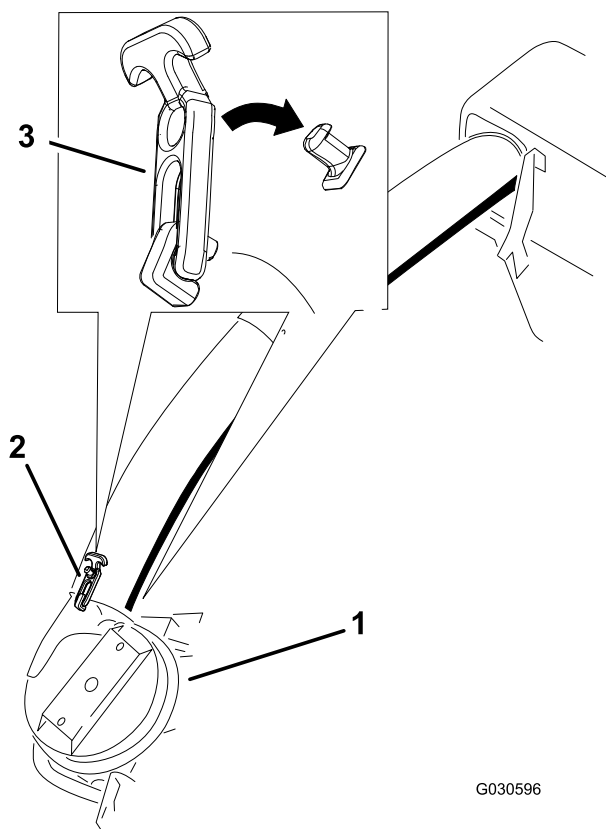
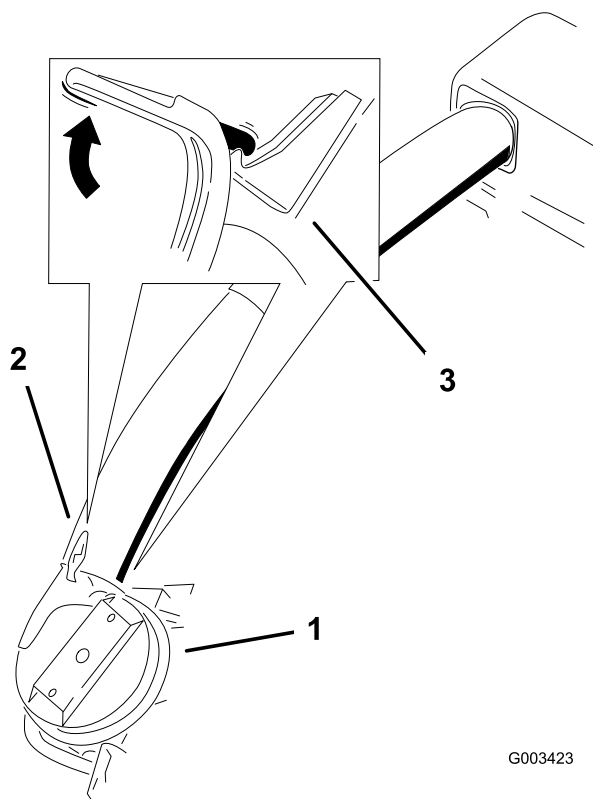

Figure 24
Figure 25
8. Deslice el tubo inferior sobre la bota y conéctelos con el cierre (Figure 24 o Figure 25).